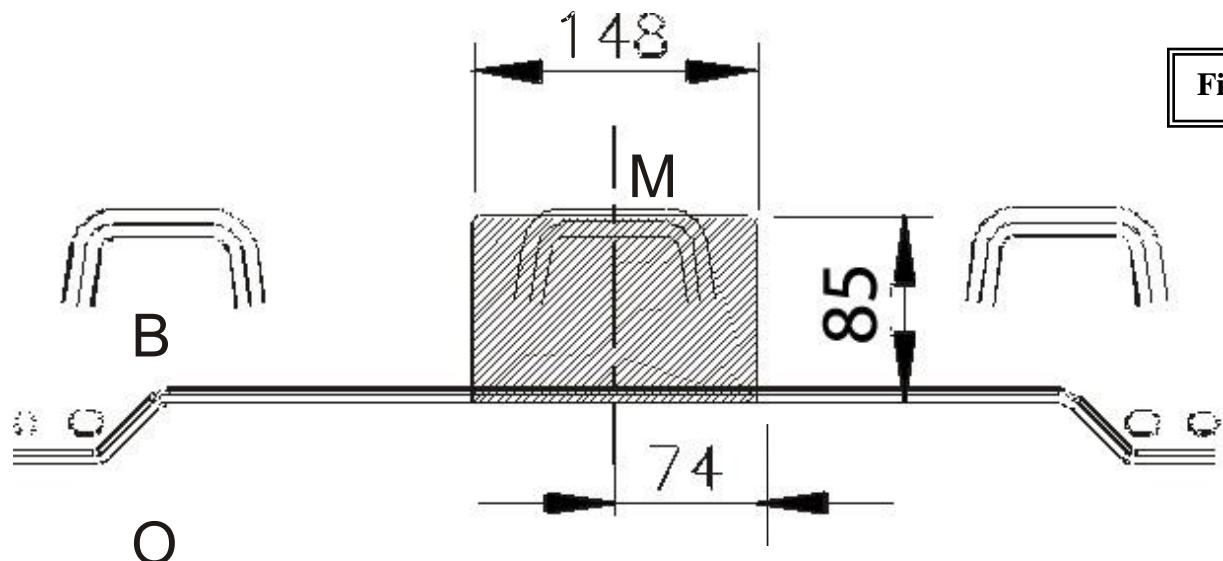

Fig.1
3. Positionnez le crochet de remorque avec réf.(A) et réf.(B) contre la face arrière et réf.(C) contre la face inférieure de la poutre transversale, sur les fraisages prévus. Introduisez, dans les forages prévus et via la face avant, les petits tubes avec réf.(1) dans la poutre transversale et via la face arrière de la poutre transversale dans la contre-plaque réf.(2). Introduisez tous les boulons et rondelles et vissez le tout fermement (voir couples de serrage).
4. Faites une entaille dans la face inférieure du pare-chocs selon la figure 1. Montez le pare-chocs sur le véhicule.
3. Positionieren Sie die Anhängerkupplung mit Ref. (A) und Ref. (B) an der Rückseite und Ref. (C) an der Unterseite des Querbalkens an den vorgesehenen Bohrungen. Montieren Sie über die Vorderseite in den vorgesehenen Bohrungen die Rohre mit Ref. (1) in den Querbalken und über die Rückseite desselben die Gegenplatte Ref. (2). Bringten Sie alle Bolzen und Ritzel an und schrauben Sie alles ordentlich fest (siehe Anzugsmomente).
4. Machen Sie in der Unterseite der Stoßstange einen Einschnitt gemäß Abbildung 1. Montieren Sie die Stoßstange am Fahrzeug.